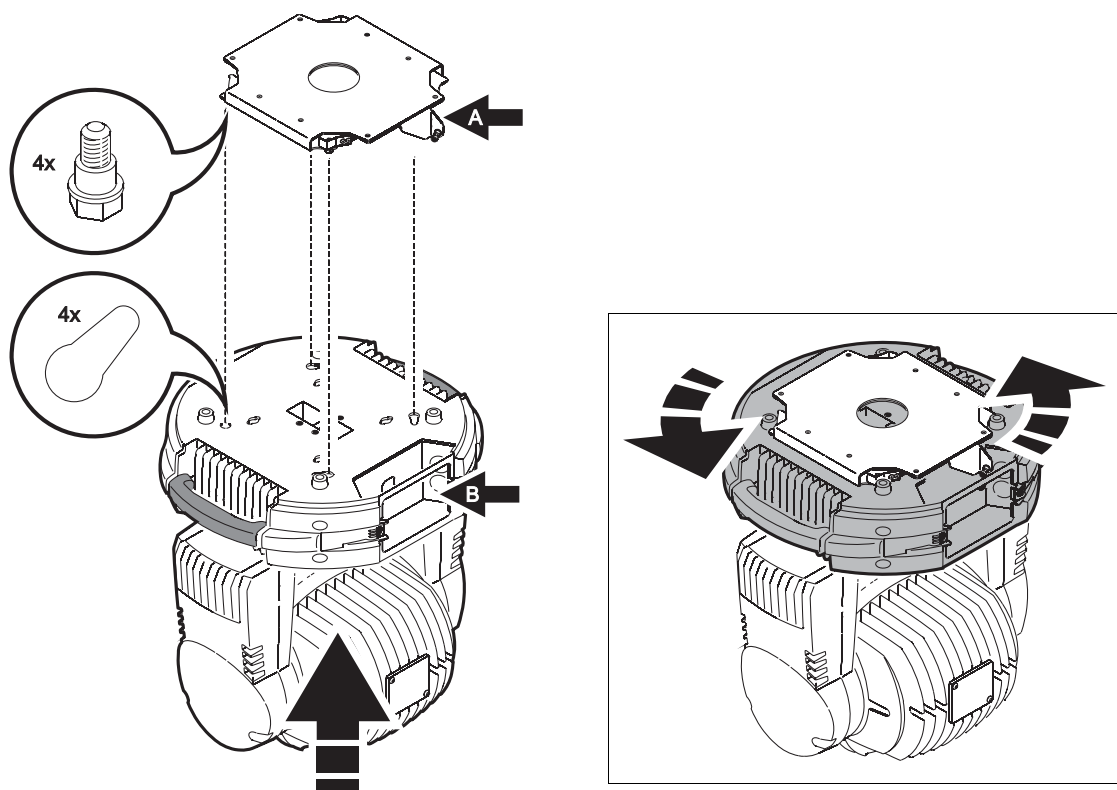

Figure 5: Montage de la platine à baïonnettes sur le socle
5. Consultez la Figure 5. Alignez le projecteur avec la platine de façon à ce que le bord du rabat **A** glisse dans le compartiment de connectique **B** du socle de l'appareil. Tournez la base dans le sens horaire pour engager complètement les baïonnettes dans le socle.